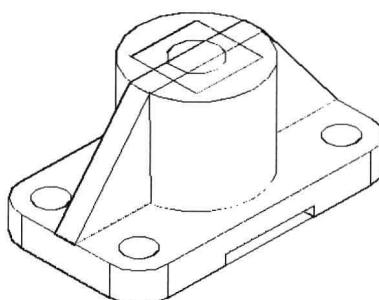
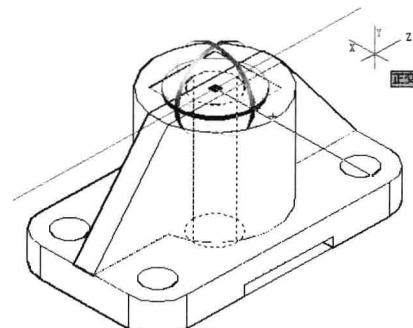

图 9-6-8
图 9-6-9
(14) 选择菜单命令“绘图 / 建模 / 长方体”，捕捉并单击圆柱体顶面圆心，确定角点的位置，命令行提示“指定角点或 [立方体 (C) / 长度 (L)]”，输入“l”，按 Enter 键。输入长度值“80”，按 Enter 键；输入宽度值“80”，按 Enter 键；输入高度值“100”，按 Enter 键，创建一个长方体。
(15) 单击“移动”按钮 $\downarrow\downarrow$ ，单击选择长方体，按 Enter 键，捕捉并单击长方体角点作为基点，输入移动目标点坐标“@-40, -40”，按 Enter 键，如图 9-6-8 所示。
(16) 在“修改”面板中单击“复制”按钮 \odot ，单击圆柱体，按 Enter 键，捕捉并单击圆心两次，按 Enter 键，在原位置创建一个圆柱体的复制品。
(17) 在“修改”面板中单击“三维旋转”按钮 \textcircled{a} ，单击圆柱体的复制品，按 Enter 键，捕捉并单击圆柱体顶面圆心作为基点，单击红色圆弧 X 轴，如图 9-6-9 所示。